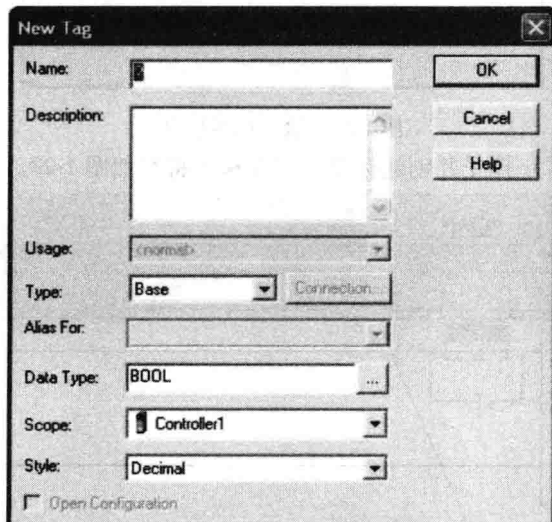

图 1-21 新建标签对话框
2. 将出现“新建标签”(New Tag)窗口, 如图 1-21 所示。